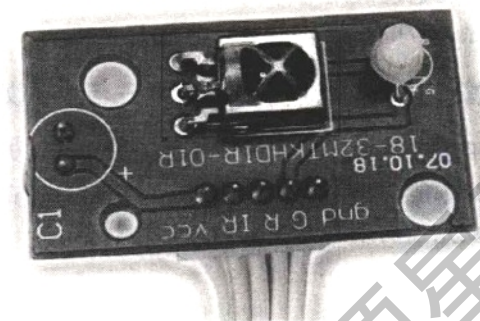

图 1-1 MTK8201 高清液晶电视遥控接收板
2) 检查遥控器接收板（见图 1-1）是否异常或遥控器是否异常。